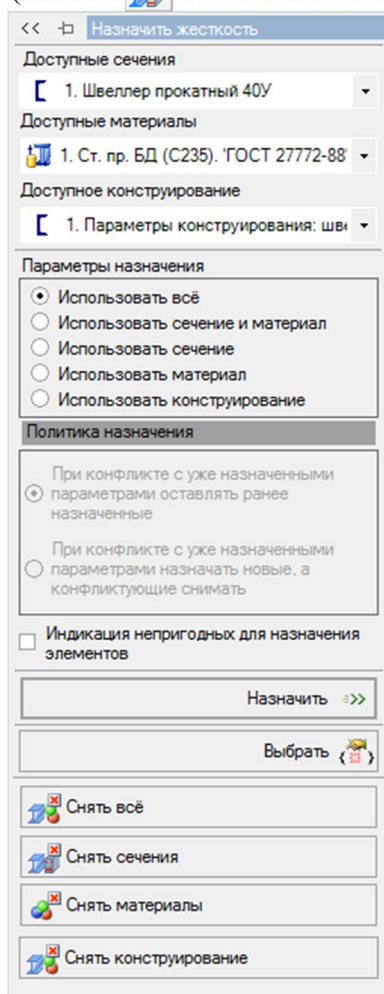

Рис. 25. Панель активного режима
- Выберите пункт меню **Конструирование** → **Назначить сечение, материал и параметры конструирования** (кнопка  на панели инструментов) (рис. 25).